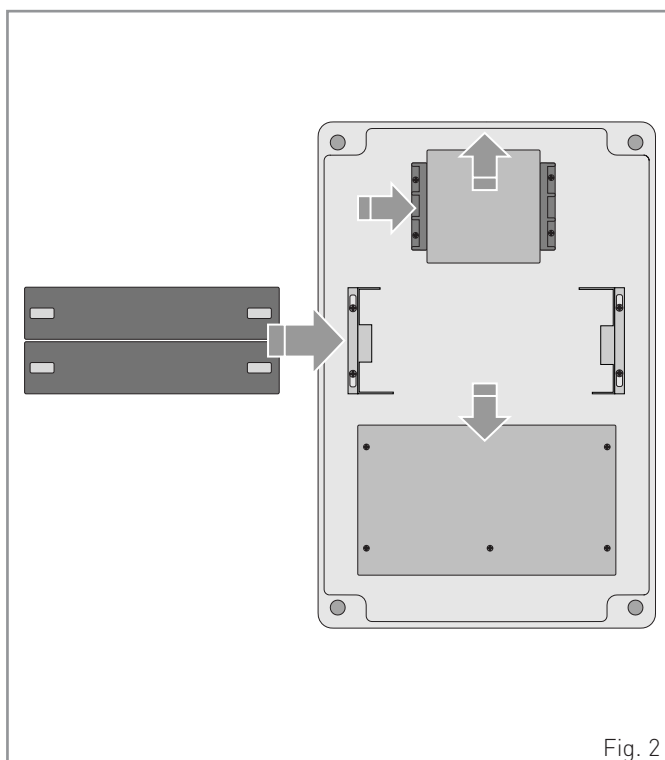

Fig. 2
- Inserire le batterie all'interno del quadro elettronico VIVAH come indicato in fig. 2 e 3:
- Insert the batteries in the VIVAH control panel, as shown in figs. 2 and 3:
- Insérer les batteries à l'intérieur du tableau électronique VIVAH en suivant les instructions de la fig. 2 et 3:
- Fügen Sie die Akkus gemäß den Angaben in Abb. 2 und 3 in den Schaltkreis VIVAH ein:
- Introduzca las baterías dentro del cuadro electrónico VIVAH como indican las figs. 2 y 3:
- Inserir as baterias ao interno do quadro electrónico VIVAH conforme indicado na fig. 2 e 3: